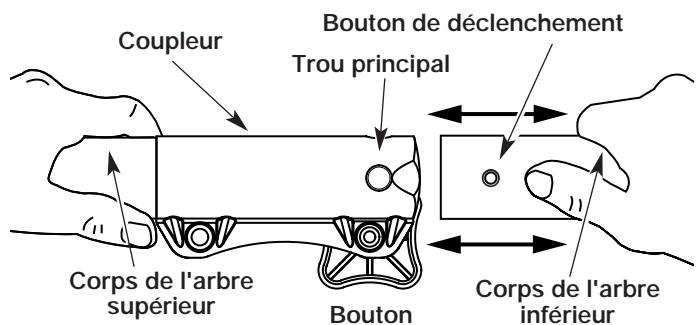

Fig. 6
3. En tenant fermement le logement de l'arbre supérieur, retirez l'accessoire soufflante/aspirateur du couplage (Fig. 6).
3. Tenez fermement l'accessoire et enfoncez-le tout droit dans le coupleur (Fig. 6).
**MISE EN GARDE** : verrouillez le bouton de déclenchement dans le trou principal (Fig. 6) et vissez bien le bouton avant de faire marcher l'appareil.